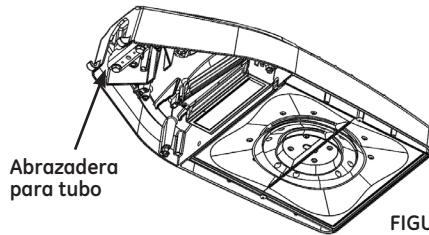

FIGURA 1
- La abrazadera para tubo (Consulte la Figura 1) alberga tubos con diámetros desde 1-1/4 in (1.660 de diámetro exterior) hasta 2 in (2.375 de diámetro exterior). Ajuste los dos pernos de la abrazadera para tubo para que la abertura de la abrazadera sea un poco más grande que el tamaño del tubo que se va a utilizar.